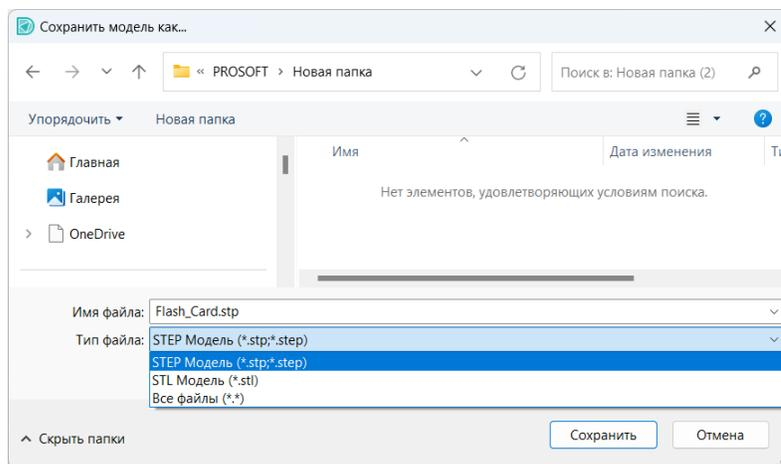

Рис. 540 Выбор формата сохранения 3D модели
2. Укажите в окне проводника место, где будет сохранена 3D модель платы, и имя файла для модели, выберите формат, в котором она будет сохранена, см. Рис. 540.